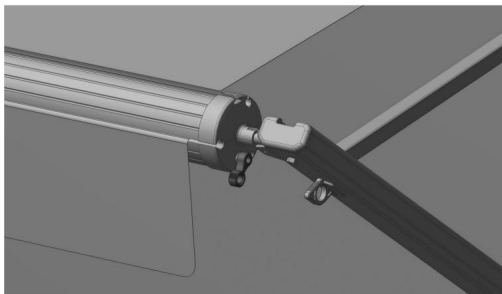

Abbildung D16
4.2.5 Halten Sie den Schlaufengurt fest und drücken Sie mit der Hand den Sperrklinkenhebel an der Endabdeckung der Rolle leicht in Pfeilrichtung, wodurch die Richtung der Sperrklinke auf „Aus“ gestellt wird. (Abbildung D16)